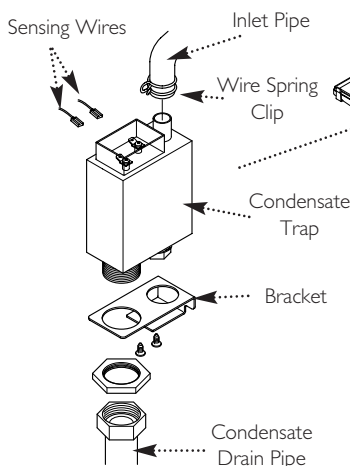

Fig. 77
14.17 Condensate Trap (Fig. 77)